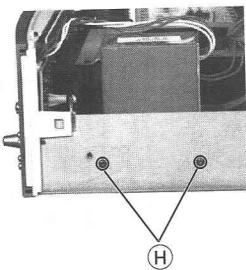

Fig. 3
- 2 Schrauben (H) (Fig. 3) herausdrehen, Trafosteckverbindungen abziehen und Trafo herausnehmen.
- Undo 2 screws (H), (Fig. 3), unplug the transformer connections and take the transformer out.